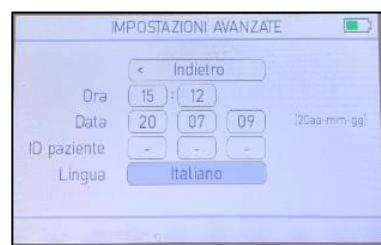

Figure 45. Paramètres avancés
2. Premere  per accedere ad ADVANCED SETTINGS (IMPOSTAZIONI AVANZATE) (vedi fig. 45). Qui è possibile impostare l'ora, la data, l'ID del paziente e la lingua.
1. In ADVANCED SETTINGS (IMPOSTAZIONI AVANZATE) (vedi fig. 45) selezionare Time (Ora).
1. In ADVANCED SETTINGS (IMPOSTAZIONI AVANZATE) (*vedi fig. 45*) selezionare Date (Data).
1. In ADVANCED SETTINGS (IMPOSTAZIONI AVANZATE) (*vedi fig. 45*) selezionare Patient ID (ID paziente).
1. In ADVANCED SETTINGS (IMPOSTAZIONI AVANZATE) (*vedi fig. 45*) selezionare Language (Lingua).